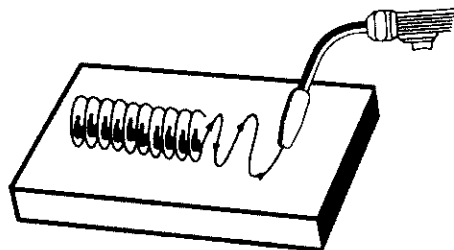

Figura 11. Cordón tejido
2. Cordón tejido (Figura 11) se usa cuando se quiere depositar metal sobre un espacio más amplio que el que sería posible cubrir con el cordón de refuerzo. Se hace deslizando la pistola de un costado a otro. Es mejor detenerse en el extremo de cada lado antes de regresar hacia el otro extremo.